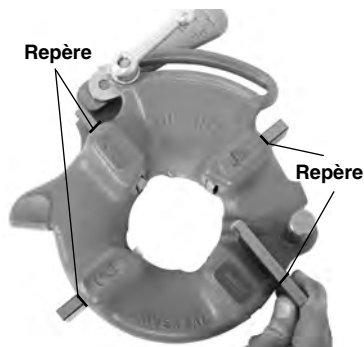

Figure 5 – Insertion des filetières
4. Dégagez la languette de la rondelle de la barre graduée, puis amenez la rondelle jusqu'en fin de course (Figure 5).
6. Insérez les filetières appropriées dans la tête de filetière avec leur chiffre en haut jusqu'à ce que leur repère arrive à fleur de la tête (Figure 5). Les chiffres estampés sur les filetières doivent correspondre à ceux des logements de la tête. Les filetières doivent toujours être remplacées au complet. Ne jamais mélanger des filetières issues de différents jeux.